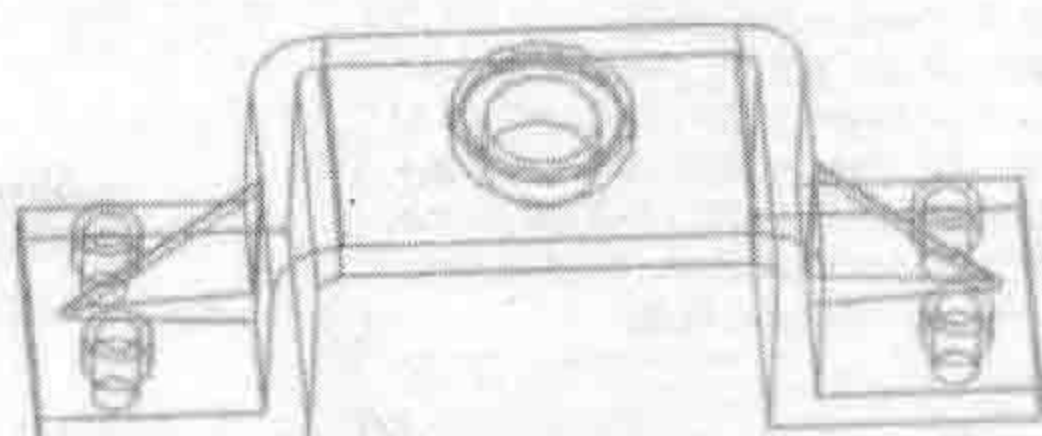

图 1-19 静态线框
- **【静态线框】**：用边缘几何体渲染工作视图中的面（旋转视图后，必须用**【更新显示】**命令来校正隐藏边和轮廓线），如图 1-19 所示。